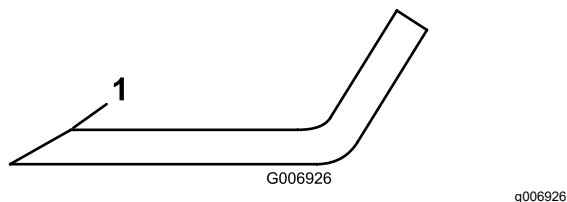

**Рисунок 71**
3. Осторожно проверьте режущие кромки ножей, особенно в точке соединения плоской и изогнутой частей ножа (**Рисунок 71**).